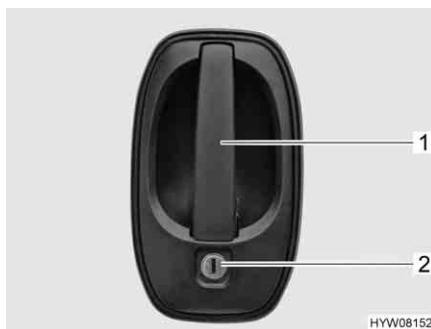

Fig. 51 Serratura della porta (porta conducente/porta di ingresso, lato esterno)
- Inserire la chiave nel cilindro della serratura (Fig. 51,2) e ruotare fino a quando la serratura della porta si sblocca.
- Tirare la maniglia della porta (Fig. 51,1). La porta è aperta.
- Inserire la chiave nel cilindro della serratura (Fig. 51,2) e ruotare fino a quando la serratura della porta si blocca.